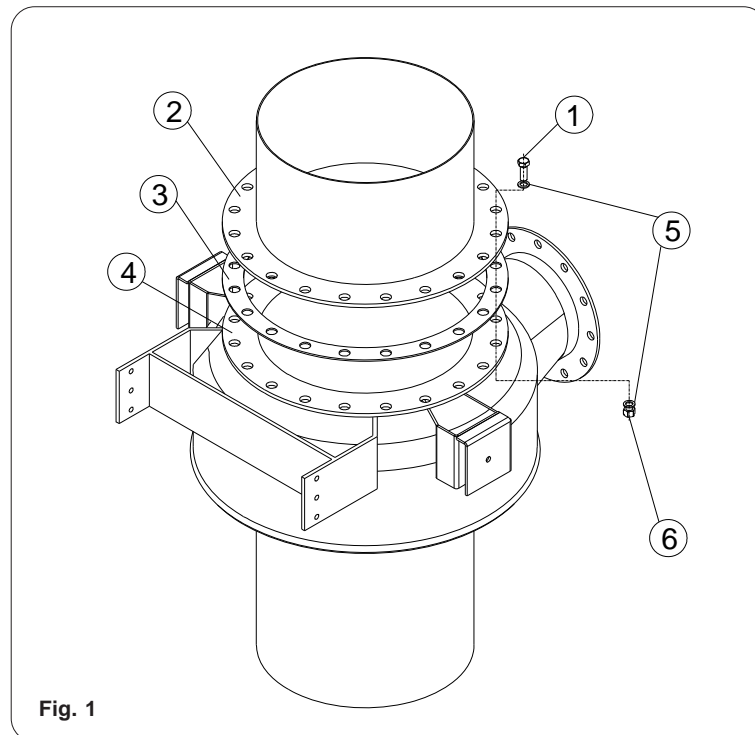

Fig. 1
- Lift the loading bellows to the required height and position the gasket (pos. (pos. 3, Fig. 1) on flange (pos. 4, Fig. 1).
- Insert the screws (pos. 1 Fig.1) through the upper flange (pos. 2, Fig.1).
- After applying a safety washer (pos.5, Fig. 1), tighten nuts (pos.6, Fig. 1) on the lower end of the screws (pos.1, Fig.1).
- Die Verladegarnitur bis zur gewünschten Höhe heben und die Dichtung (Pos. 3, Abb. 1) auf dem Flansch (Pos. 4, Abb. 1) anordnen.
- Die Schrauben (Pos. 1, Abb. 1) durch den oberen Flansch (Pos. 2, Abb. 1) stecken.
- Nach dem Anbringen einer Feder-sicherungsscheibe (Pos. 5, Abb. 1) die Muttern (Pos. 6, Abb. 1) am unteren Ende der Schrauben (Pos. 1, Abb. 1) anziehen.
- Soulever le chargeur télescopique jusqu'à la hauteur voulue et monter le joint (pos. 3, fig. 1) sur la bride (pos. 4, fig. 1).
- Introduire les vis (pos. 1, fig.1) à travers la bride supérieure (pos. 2, fig.1).
- Après avoir placé une rondelle élastique de sécurité (pos.5, fig. 1), visser les écrous (pos. 6, fig. 1) sur l'extrémité inférieure des vis (pos. 1, fig. 1).
- Sollevare lo scaricatore telescopico fino all'altezza voluta e posizionare la guarnizione (pos. 3, fig. 1) sulla flangia (pos. 4, fig. 1).
- Inserire le viti (pos. 1, fig.1) attraverso la flangia superiore (pos. 2, fig.1).
- Dopo aver applicato una rondella elastica di sicurezza (pos.5, fig. 1) avvitare i dadi (pos.6, fig. 1) sull'estremità inferiore delle viti (pos.1, fig.1).
- 1) If the loading bellows is separated into a number of parts for transport, after installation of the upper part (Fig. 1 and 2) as described in the paragraph above, the installer must connect the lower parts (Fig. 3).
- 1) Wenn die Verladegarnitur in mehrere Teile zerlegt geliefert wird, muss der Monteur nach der Montage des oberen Teils (Abb. 1 und 2) wie im oberen Abschnitt beschrieben die unteren Teile anschließen (Abb. 3).
- 1) Si le chargeur télescopique est fourni en plusieurs parties, après avoir effectué l'installation de la partie supérieure (Fig. 1 et 2) comme indiqué dans le paragraphe ci-dessus, l'installateur devra raccorder les parties inférieures (Fig. 3).
- 1) Se lo scaricatore telescopico viene fornito in più parti, l'installatore dopo aver effettuato l'installazione della parte superiore (Fig. 1 e 2) come indicato nel paragrafo sopra, dovrà collegare le parti inferiori (Fig. 3).